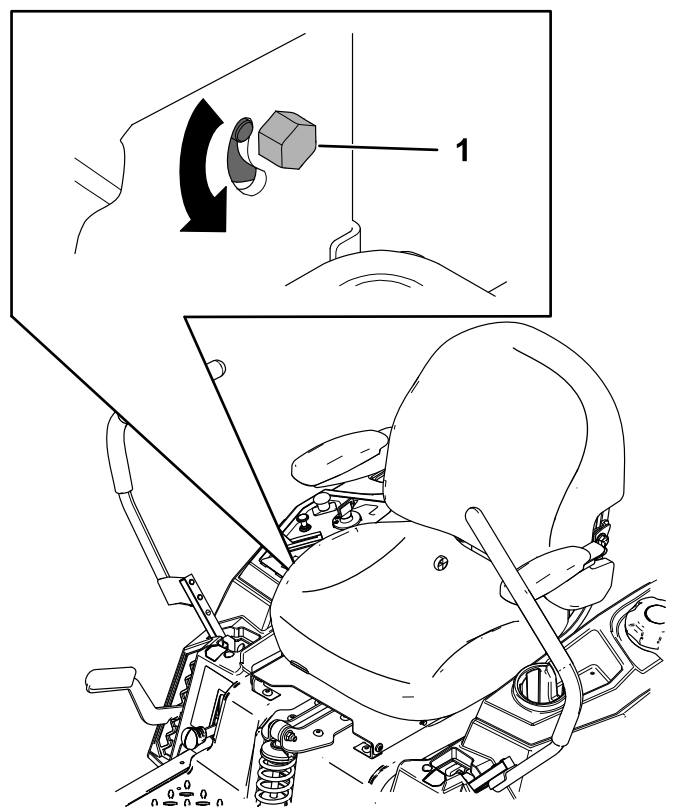

Figure 50
3. Localisez le boulon de réglage de la dérive près du levier de commande de déplacement du côté qui nécessite le réglage (Figure 50).